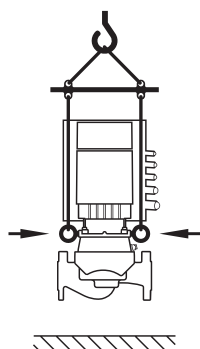

Fig. 8: Транспортування насоса
- Транспортувати насос потрібно за допомогою призначених для цього вантажозахоплювальних засобів (напр., талі, крана і т.ін.). Їх слід закріпити до спеціальних транспортних вушок на фланці двигуна (Fig. 8, тут зображено: напрям підіймання за вертикально розміщеного вала двигуна).